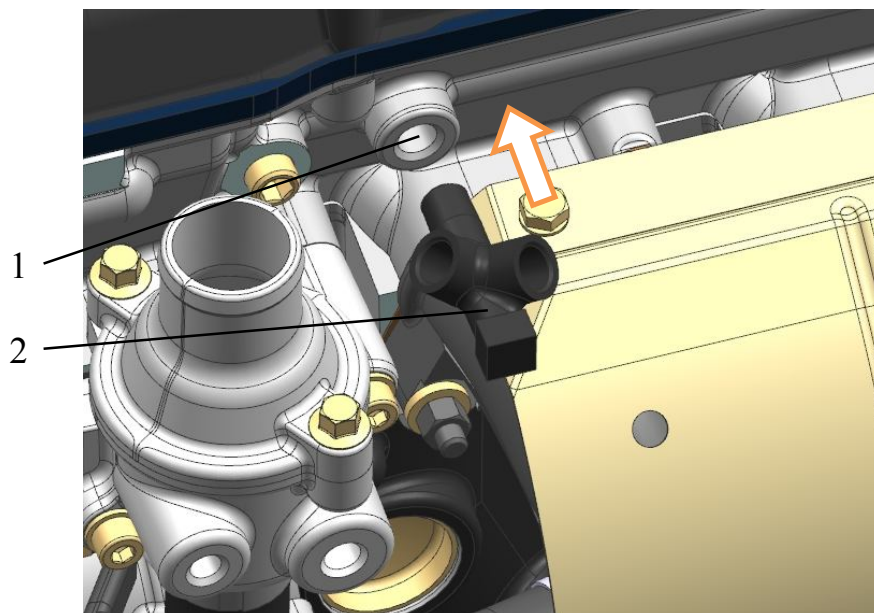

Рис.195. Установка штуцера датчиков давления масла:
**32.** Завернуть штуцер датчиков давления масла 2 (рис.195) в отверстие 1 головки цилиндров моментом 19,6...49 Н·м (2...5 кгс·м), предварительно нанеся на резьбовую часть штуцера анаэробный герметик «Фиксатор-6» или аналогичный («Стопор-6», «Техногерм-5», «Гермикон-2К»). Штуцер сориентировать патрубками установки датчиков вверх.